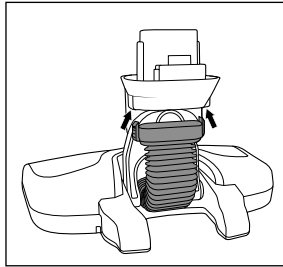

Fig. 18
- ◆ Desplace el tubo flexible por el alojamiento de forma que los botones de desencastre 15 queden encastrados (consulte la fig. 18).